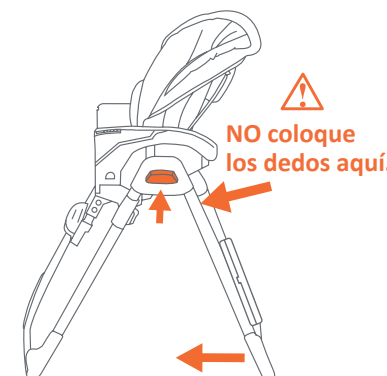

Fig. 17
- 17) • Tire hacia arriba las palancas de liberación (ubicadas a los costados del armazón) y empuje las patas traseras en dirección a las patas delanteras hasta que se plieguen. (Fig. 17) La silla ya está lista para guardarla.
Lea la Advertencia y vea (Fig. 17), y luego siga los pasos anteriores en orden inverso.